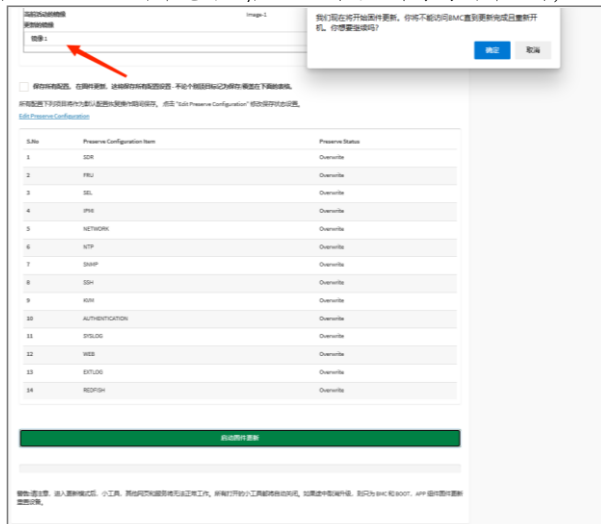

图 5.12-8: 固件更新 4
3. 根据需要选择对应的镜像。默认选择不保存配置，如有特别需要，根据自身需求勾选保存配置，再次点击最下方的“启动固件更新”，点击“确定”并等待固件上传，如图 5.12-8